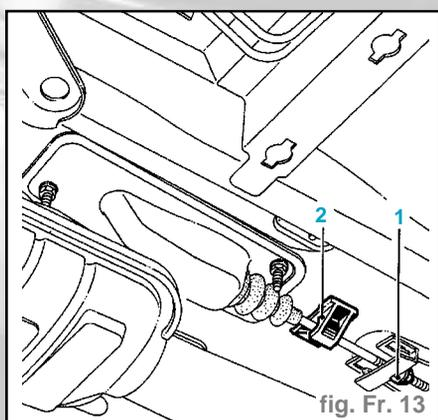

fig. Fr. 13
- Repérer la cote de réglage du frein à main, comprise entre l'extrémité de l'écrou (1) et de la tige (fig. Fr. 13).
- Dévisser l'écrou (1) jusqu'à libérer les deux câbles.
- Dégager la tringle de son agrafe (2).